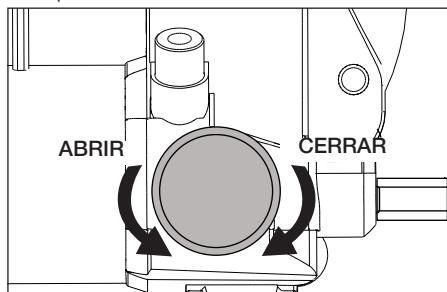

Figura 8, Válvula de descarga
1. Cierre la válvula de descarga girando el botón en el sentido de las agujas del reloj hasta el tope. Véase Figura 8.